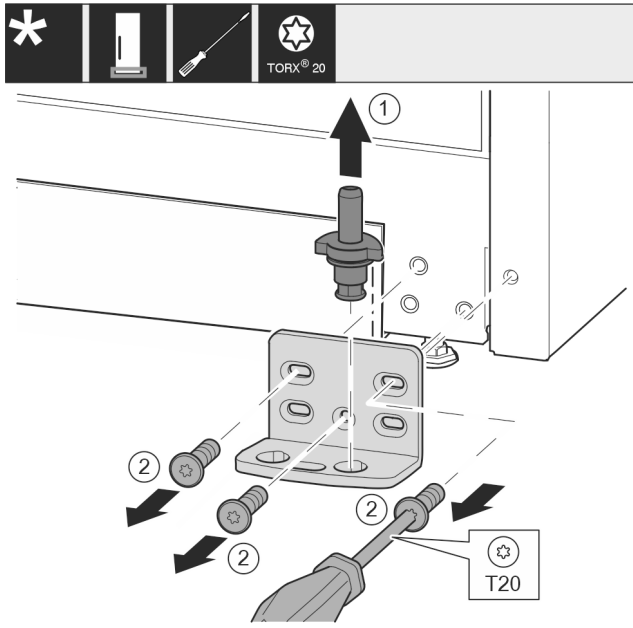

Fig. 12
- ▶ Lagerbouten compleet vanaf de bovenkant eruit trekken. Fig. 12 (1)
- ▶ Schroeven met schroevendraaier T20 eruit draaien en de lagerbus eraf halen. Fig. 12 (2)